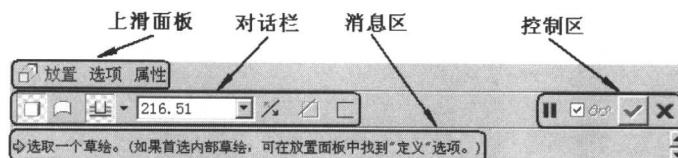

图 1.2.3 特征操作控制面板
(3) 单击【基础特征】工具栏中的 \square 按钮，则在窗口下侧出现此特征操作的操作控制面板（以下简称操控板），如图 1.2.3 所示。操控板一般由【对话栏】、【上滑面板】、【消息区】和【控制区】组成。在图形窗口中选取几何图形并设置优先选项时，操控板会缩小可用选项